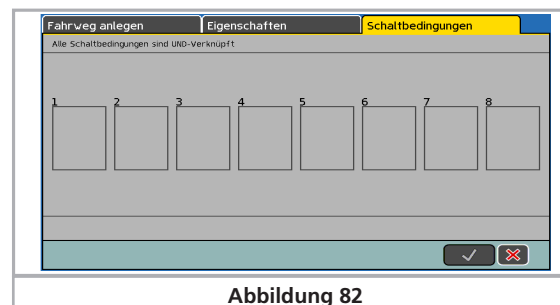

Abbildung 82
- Drücken Sie die Schaltfläche „Zurück zur Übersicht“, um in die Ansicht wie in Abb. 82 gezeigt zurückzukehren.